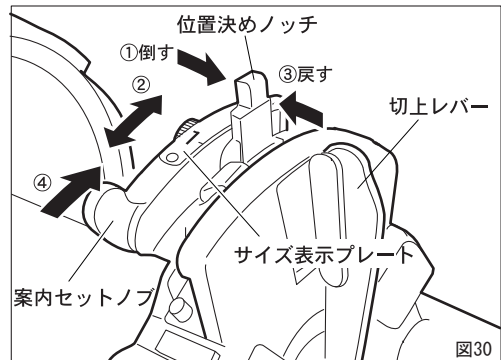
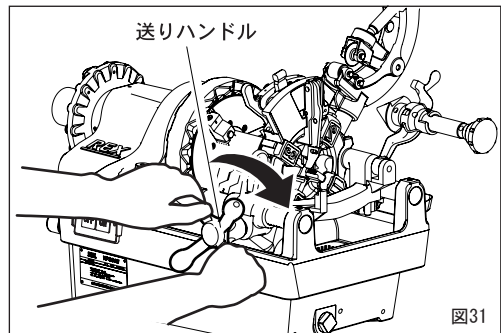

図30
図31
サイズ変更をする場合（図30）
1. 位置決めノッチを図30の矢印①の方向に倒す。
2. サイズ表示プレートに表示されている希望のパイプサイズに位置決めノッチを合わせる。（矢印②）
3. 位置決めノッチを矢印③の方向に倒しながら、ノッチの溝に位置決めピンをはめ込む。
- ②案内セットノブを矢印④の方向に止まるまで押すと、ダイヘッドはセットの位置になります。スイッチを入ると、オイルはダイヘッドから自動的に注油されます。
- ③送りハンドルを時計方向に回して、パイプにダイヘッドを押しつけ、チェーザを食い付かせてください。（図31）
- ④ねじが3～4山切れればあとは自動的にねじが切れ、ねじが規定の長さになると、切上げレバーによりチェーザが自動的に開きます。
- ⑤送りハンドルを反時計方向へ回してダイヘッドをパイプから離します。